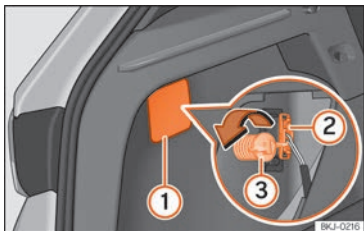
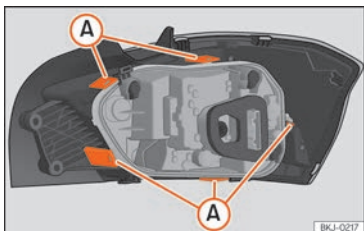

Abb. 60 Gepäckraum: Zugang zur Befestigungsschraube der Heckleuchte.
Abb. 61 Befestigungslaschen Rückseite Heckleuchte.
- Hebeln Sie die Abdeckung an der Aussparung »» **Abb. 60** (1) mit dem flachen Teil des Schraubendrehers ab.
- Ziehen Sie den Stecker von der Lampe (2) ab.
- Schrauben Sie mit der Hand oder mit Hilfe eines Schraubendrehers die Befestigungsschraube der Leuchte (3) heraus.
- Bauen Sie den Lampenträger aus, indem Sie die Befestigungslaschen »» **Abb. 61** (A) entriegeln.